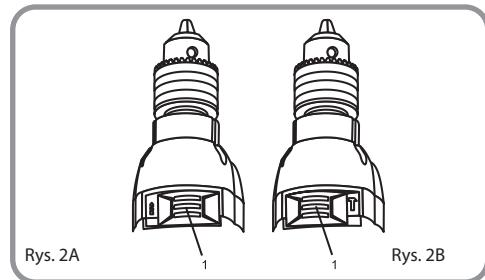

Rys. 1
### Przełącznik obrotów w prawo i w lewo (1) (rys. 1)
### Przełącznik regulacji prędkości obrotowej (2) (rys. 1)